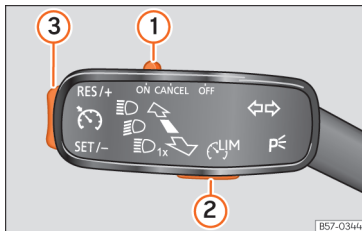

Abb. 252 Links von der Lenksäule: Hebel und Tasten zur Bedienung des Geschwindigkeitsbegrenzers.
Wenn Sie den Geschwindigkeitsbegrenzer – beispielsweise zum Überholen – vorübergehend deaktivieren möchten, bringen Sie den Schalter » **Abb. 252** ① des Blinkerhebels in die Stellung **CANCEL** oder bringen Sie den dritten Hebel zum Druckpunkt **CANCEL** oder drücken Sie die Taste ② eines der beiden Hebel.